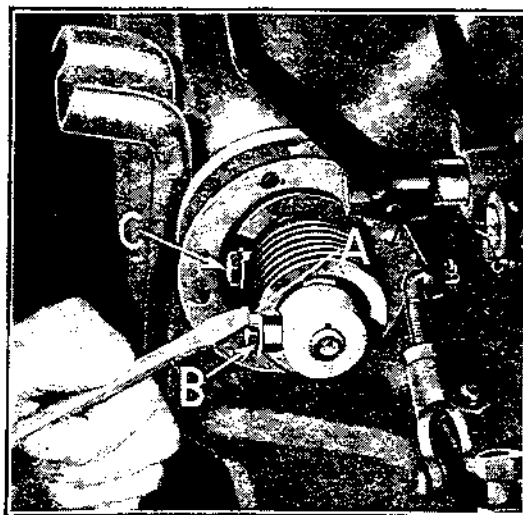
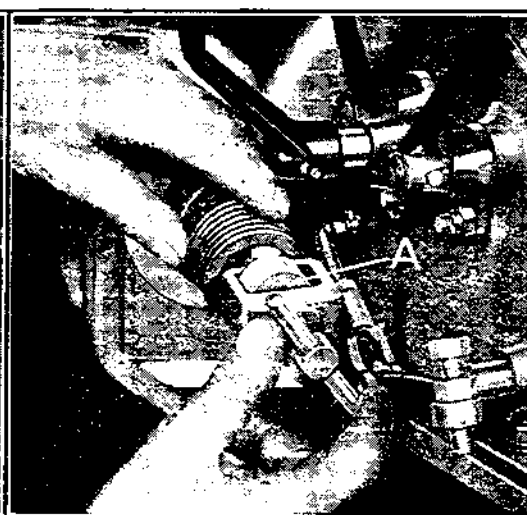
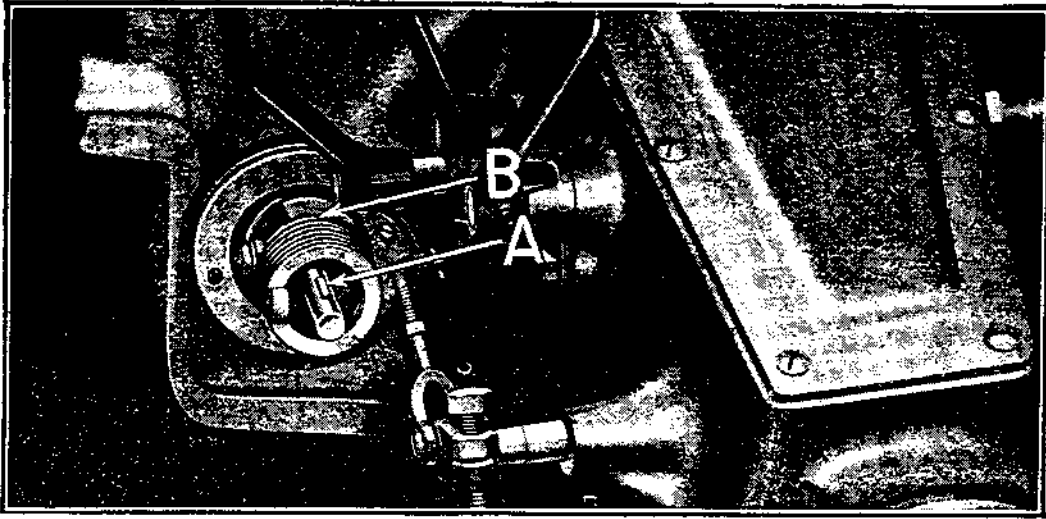

Fig. 444
Fig. 445
Fig. 446
- 894 — Démontez le couvercle du dispositif d'entraînement en dévissant 3 des 4 vis de fixation du couvercle (voir A, fig. 444) et en dévissant la vis B.
- 896 — Lorsque le ressort du dispositif est cassé, le démonter en soulevant l'ergot de la rondelle de la vis de retenue du ressort (voir A, fig. 444) et en dévissant la vis B. Dévisser de même la vis C.
896 — Lorsque le ressort est en bon état, mais que le pignon ou l'arbre est cassé, dévisser la vis de retenue du ressort à la tête de l'entraîneur (voir B, fig. 444) et retirer la tête par l'extrémité de l'axe du démarreur. Si la tête est serrée, la retirer à l'aide d'un arrache-douilles. (Voir A, fig. 445.)
897 — Retirer la clavette de l'axe du démarreur. (Voir A, fig. 446.) Si la clavette est serrée dans la rainure, la chasser en la tapant avec un marteau et un chasse-clou. Retirer l'axe, le pignon et le ressort B de l'entraîneur par l'extrémité de l'axe du démarreur. Retirer le ressort de l'axe de l'entraîneur en dévissant la vis de retenue C. (Fig. 444.)